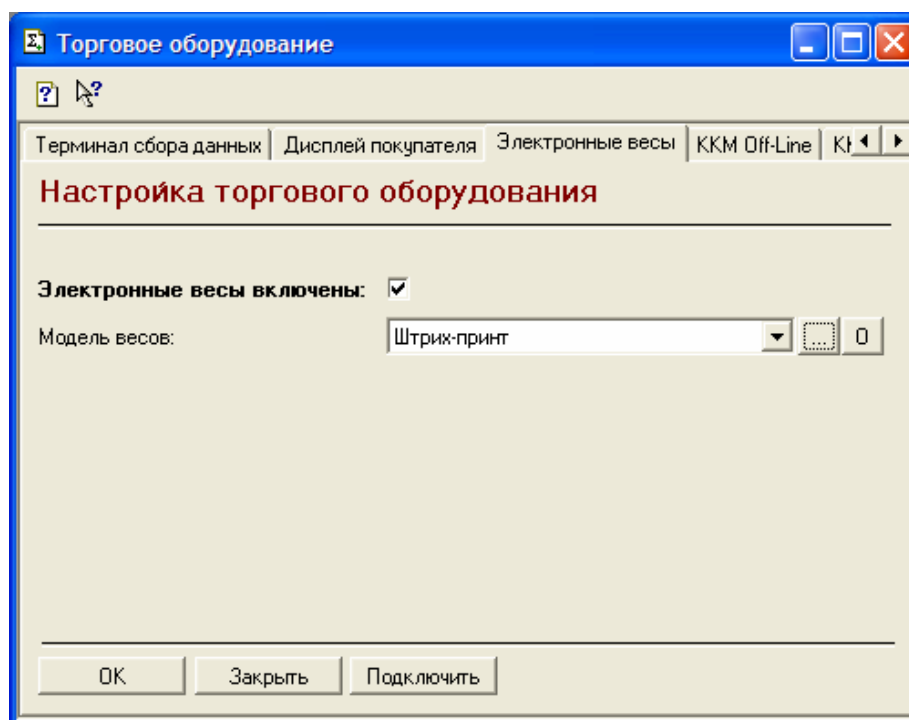

Рисунок 6. Настройка торгового оборудования
Подключение драйвера весов производится на закладке «Электронные весы» формы настройки торгового оборудования («Сервис» / «Настройка торгового оборудования», рисунок 6).
- 1.1. на закладке «Электронные весы» установить галочку «Электронные весы включены» (рисунок 6);